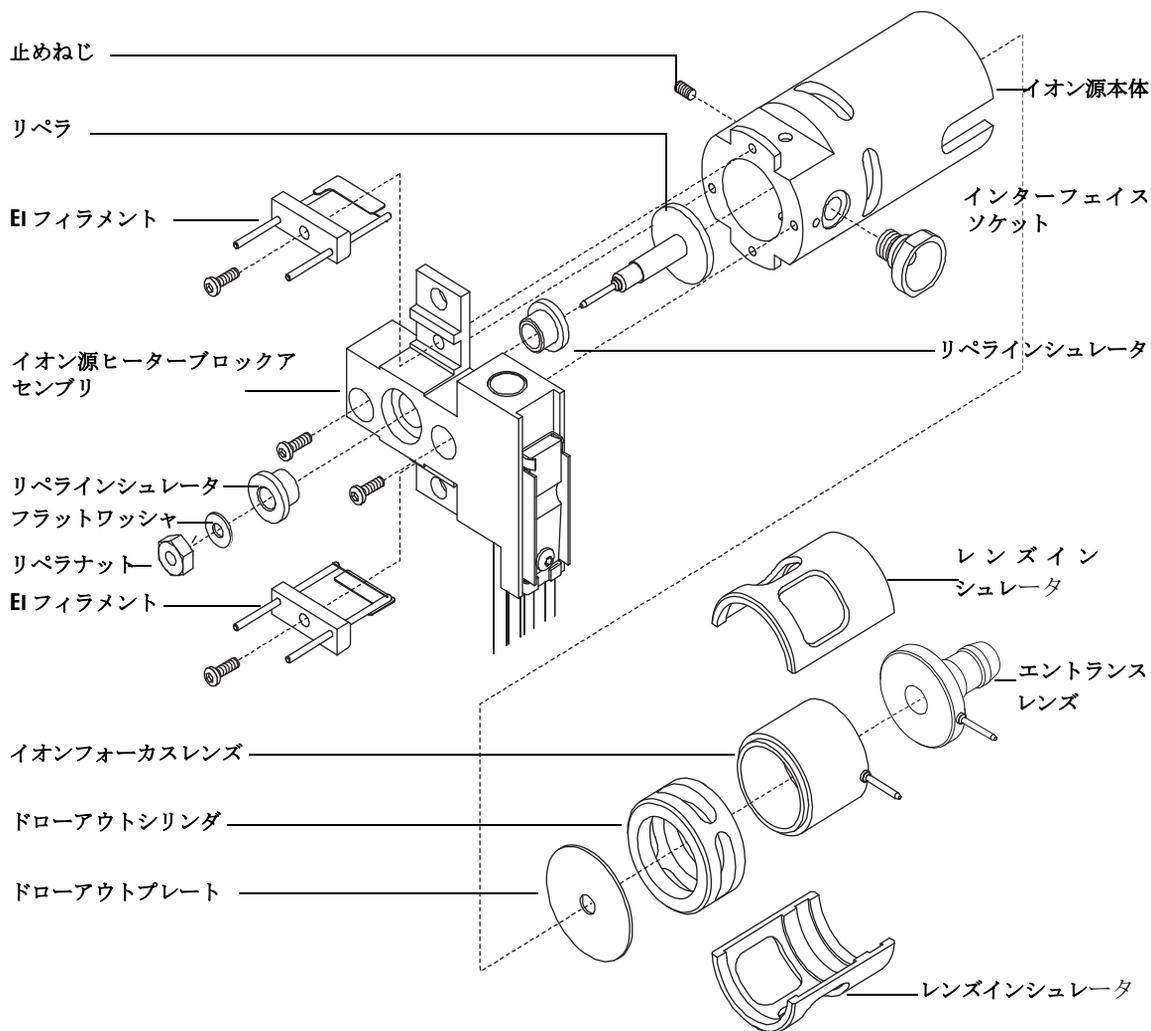

図 27 標準または不活性 EI イオン源を分解するには
- 2 フィラメントから2個の金メッキしたねじを取り外し、フィラメントをイオン源から取り外します。145 ページの図 27 を参照してください。